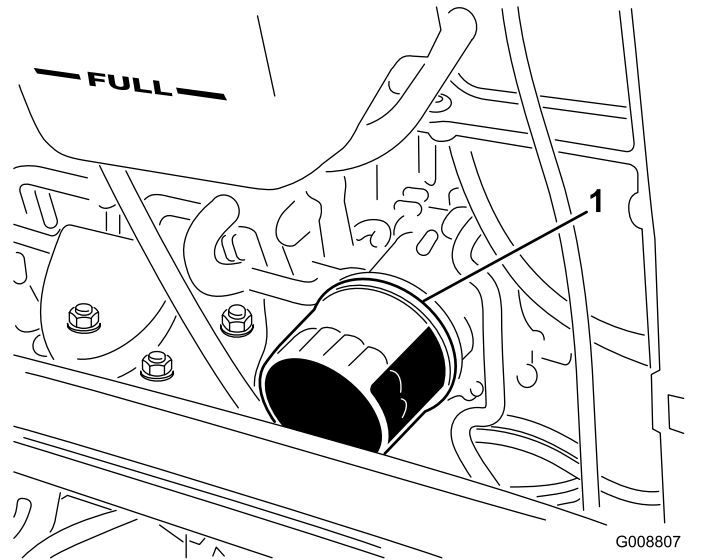

Figure 90
4. Déposez le filtre à huile (Figure 90).